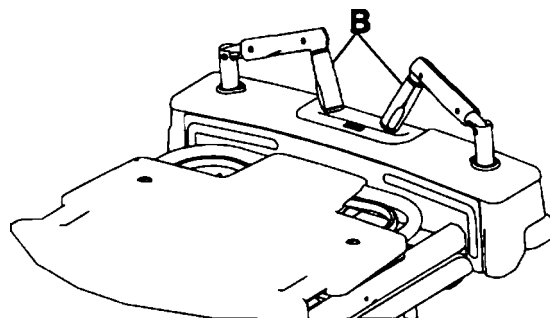

Рисунок 13 – Ручки привода Zoom в сложенном положении
12. Переведите ручки в сложенное положение, потянув их вверх. Переведите ручки в сложенное положение (Рисунок 13).